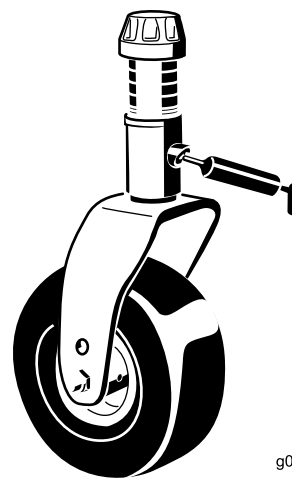

図 41
- ・ キャスタフォークのシャフトのベアリング2ヶ所 図 41